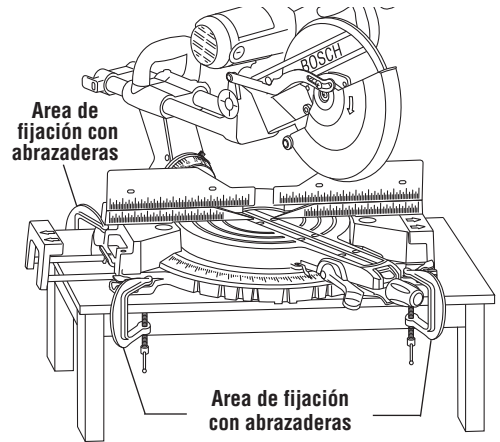

Figure 17. Montage portatif à l'aide de serre-joints
- Placez au moins deux (2) serre-joints en C sur les surfaces de cramponnage et fixez solidement (Figure 17).
- Faites attention de ne pas placer les serre-joints au-dessus des leviers de blocage des rallonges de l'embase (Figure 17).
**⚠ AVERTISSEMENT** Positionnez votre corps et vos mains adéquatement pour rendre la coupe plus facile et plus sûre. Observez les instructions suivantes (Figure 17).